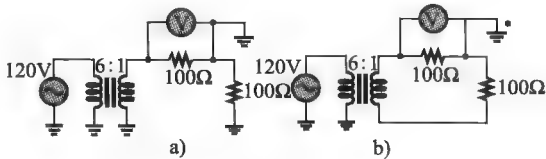

图 14-58
41. 求图 14-58 中各个电压表的测量值, 板凳型电表的一端接地。